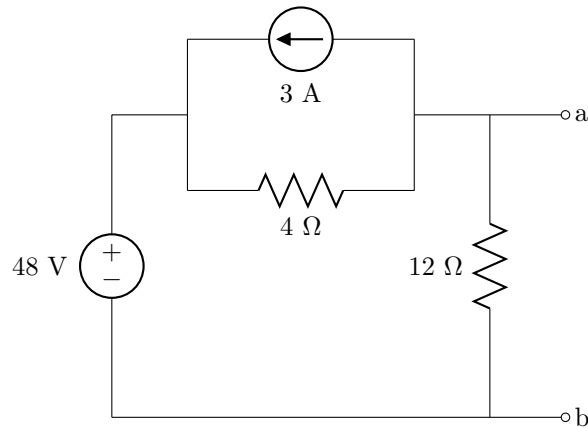

Figura 3.18: Circuito del problema 24.
24. En el circuito de la figura 3.18, determina los valores de la tensión Thevenin y de la intensidad Norton entre los puntos a y b. Comprueba que su cociente coincide con la resistencia de la red con las fuentes eliminadas. ¿Qué resistencia debería colocarse entre los puntos a y b para que disipara la potencia máxima? ¿Cuál sería el valor de dicha potencia?